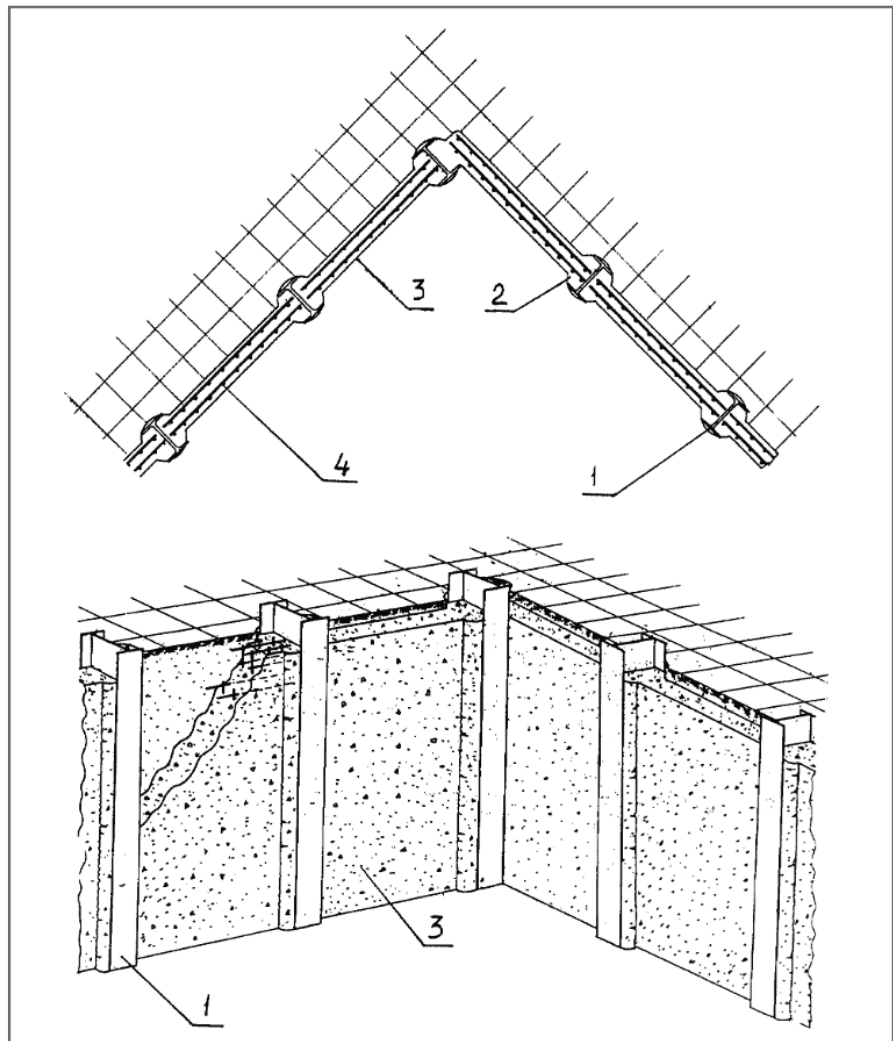

Рис. 1. Конструкция ограждения котлована, выполненного методом узких прорезей в грунте
Рассматриваемая конструкция подпорной стенки (рис. 1) содержит один ряд двутавровых балок (1), помещенных в скважины (2), расположенные с шагом 1000–1500 мм по периметру котлована. Между этими вертикальными элементами выполнены связи (3) в виде бетонных стенок толщиной 100–150 мм, армированных металлическими каркасами (4).
6. После окончания вышеописанных работ по всему периметру котлована производится выемка грунта из него (см. рис. 1). При необходимости устанавливаются обвязочные пояса с раскрепительными балками или с анкерными сваями.